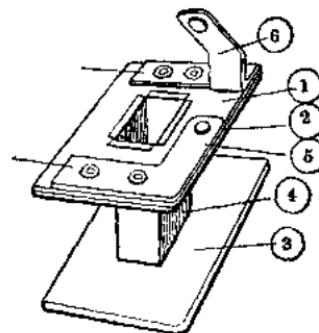

图 3-3
下一步制作绕线圈的框架。在图3-3中可看出，继电器线圈框架由六个零件和四个小铆钉做成。①是上夹板，用1毫米厚的薄胶木板做成。②是为了防止绕上的线圈同铆钉短路而加的上防护板。③是下夹板。④是用薄铁皮圈成的中间框架，上、下夹板和上面的防护板就是套在这中间框架上的。⑤